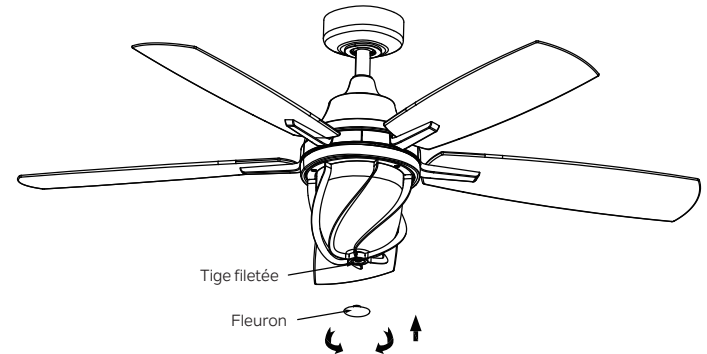

Fig. 25
**Étape 6.** Vissez le fleuron dans la tige filetée du kit d'éclairage. (Fig. 25)